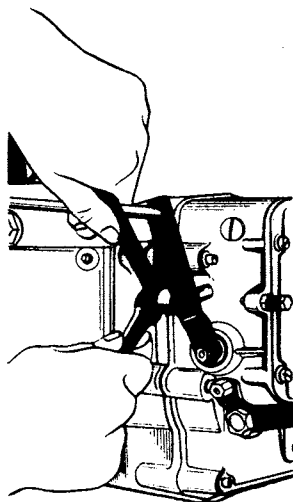

Рис. 62. Регулировка максимальной частоты вращения
6. Проверить частоту вращения кулачкового вала насоса, соответствующую началу выброса рейки, определяемую по моменту начала движения рейки в сторону выключения подачи. Начало выброса рейки должно происходить при частоте вращения  $1075 \pm 10$  об/мин. Если необходимо, отрегулировать обороты болтом ограничения максимальной частоты вращения (рис. 62).